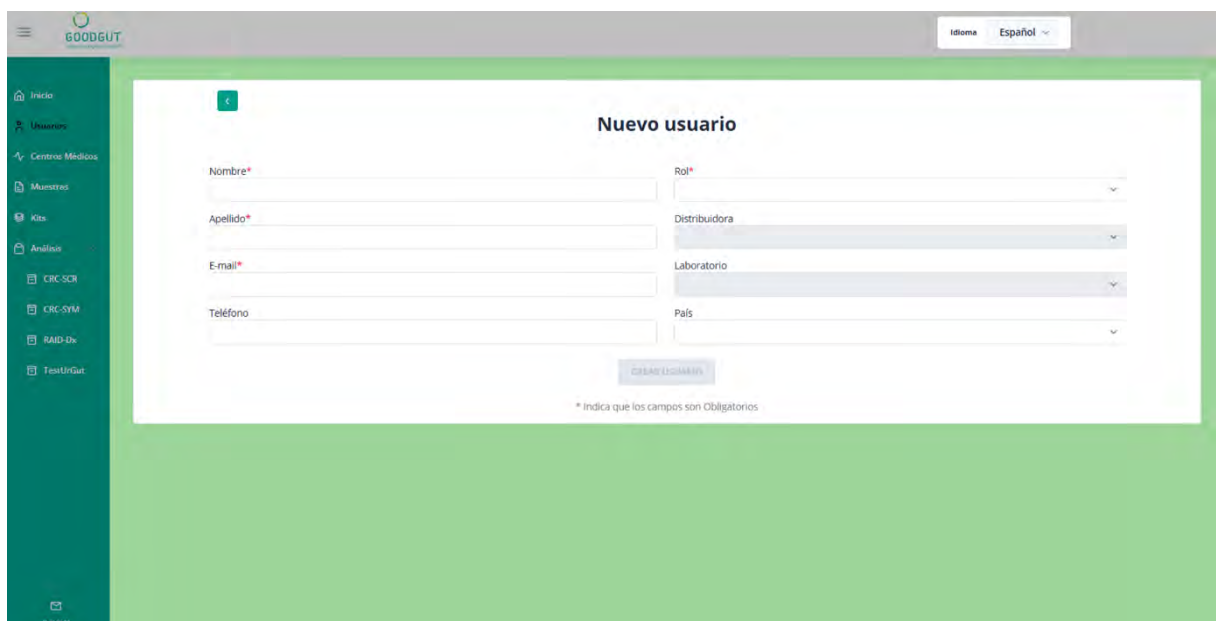

Figura 4. Pantalla de carga de los datos para crear un nuevo usuario para los administradores de laboratorio.
- Para crear un nuevo usuario, el usuario debe presionar el botón “Nuevo usuario”, situado en la parte superior derecha de la pantalla. Al presionar el botón, el sistema abre una pantalla de carga (Figura 4), la cual cuenta con los siguientes campos: